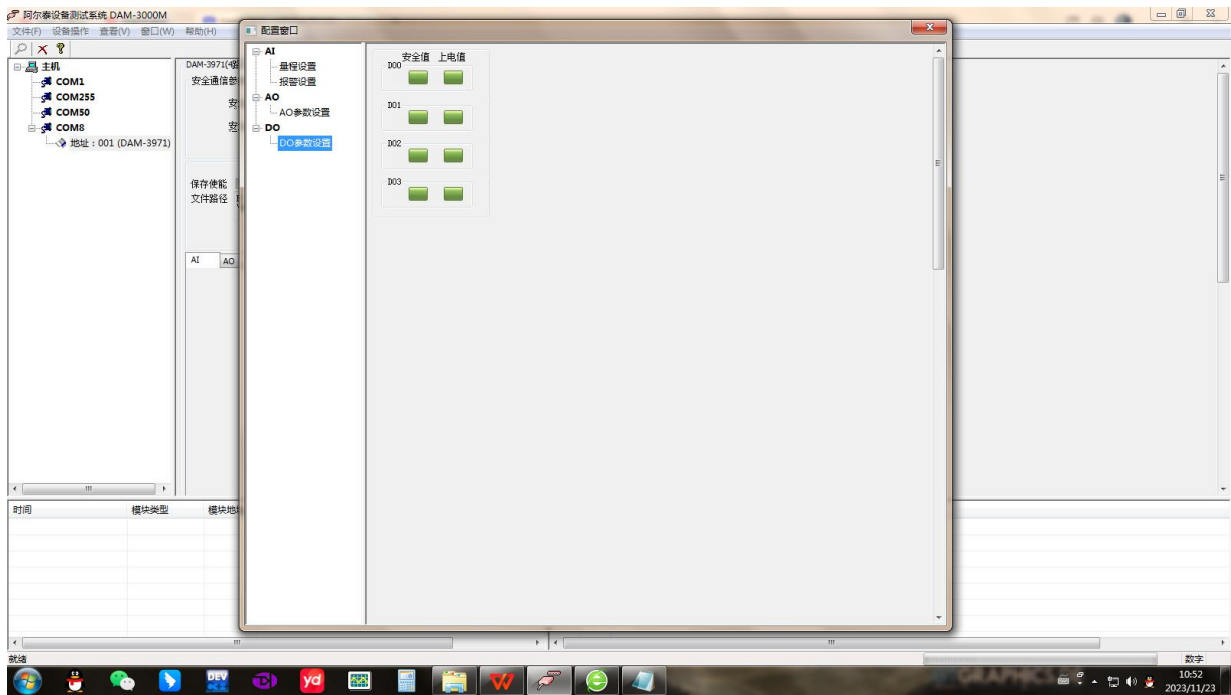

图 19
9) 配置 DO 安全值及上电值；如图 19 中配置 DO 输出通道的安全值状态及上电状态。